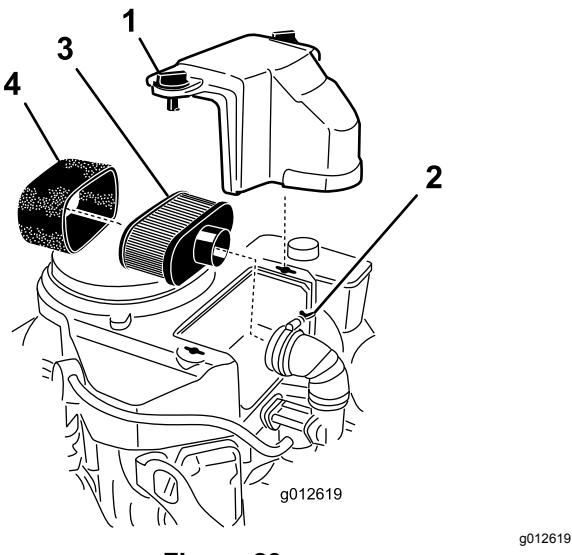

Figure 23
3. Nettoyez la surface autour du filtre à air pour éviter que des impuretés n'endommagent le moteur en tombant à l'intérieur (Figure 23).
4. Dévissez les boutons du couvercle et déposez le couvercle du filtre à air (Figure 23).
5. Dévissez le collier et déposez le filtre à air (Figure 23).
6. Sortez délicatement l'élément en mousse de l'élément en papier (Figure 23).
2. Posez le filtre à air complet sur sa base et fixez-le en place avec les 2 écrous à oreilles (Figure 23).
3. Mettez le couvercle du filtre en place et serrez le bouton (Figure 23).
Important: Ne nettoyez pas l'élément en papier, remplacez-le (Figure 23).
1. Glissez délicatement l'élément en mousse sur l'élément en papier (Figure 23).